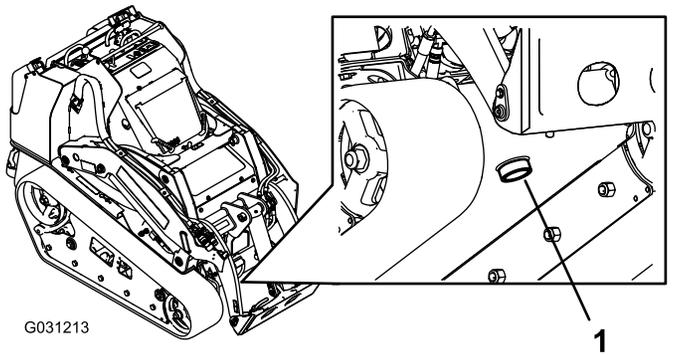

図 73
7. 機体前部の下に、オイルを受ける大きな容器57リットル以上を置く 図 73。
8. ドレンプラグを抜き取り、排出されるオイルを容器に回収する 図 73。